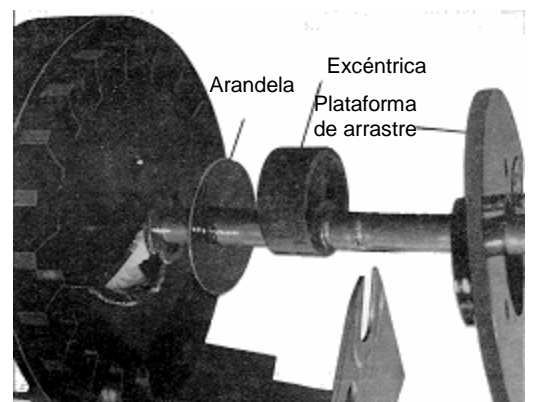

Figura 15. Desmontaje plataforma de arrastre, excéntrica y arandela y montaje
b. Instalar las piezas, arandelas de retención y la llave como se indica en la figura 15. Durante la instalación de los tambores, asegurarse de que el